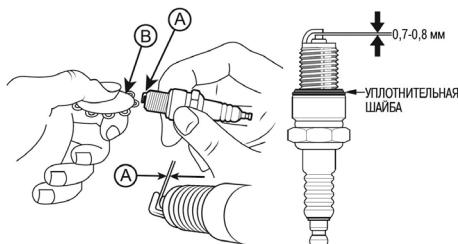

Рис. 21 Обслуживание свечи зажигания
4. Измерьте зазор А между электродами свечи зажигания специальным щупом В. Зазор должен быть 0,7-0,8 мм (Рис. 21). При увеличении или уменьшении требуемого зазора, рекомендуется заменить свечу, так как регулировка зазора может привести к изменению качества искрообразования.